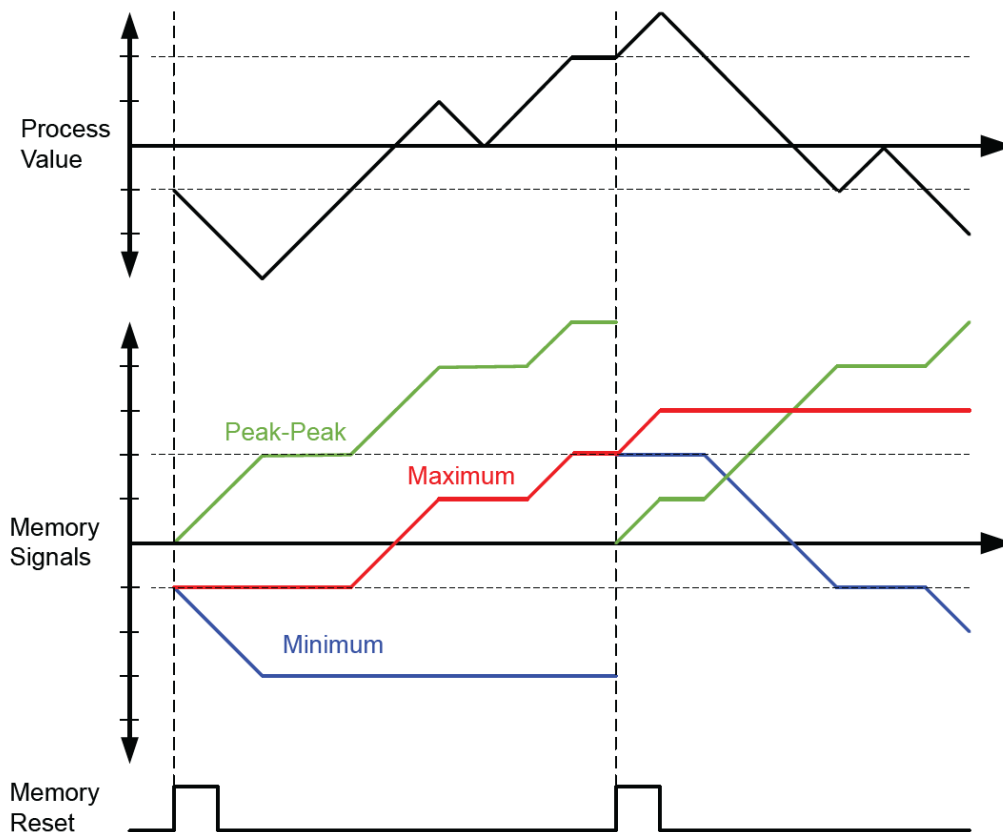

Abbildung 3: Spitzenwertspeicher
- Beim letzten Sample and Hold-Trigger gehaltenen Prozesswert (vgl. Abb. 3: S&H Value). Der Messwert (Process Value) zum Triggerzeitpunkt wird gehalten.
- Differenz zwischen dem beim letzten Sample and Hold-Trigger gehaltenen und dem aktuellen Prozesswert (vgl. Abb. 3 S&H Delta.  $S\&H\ Delta = S\&H\ Value - Process\ Value$ ).